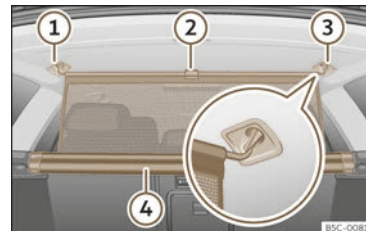

Abb. 198 Im Gepäckraum: Trennwandnetz einhaken.
- Ziehen Sie die Lasche >>> (Abb. 198) ② nach oben, um das Netz aus dem Gehäuse ④ zu nehmen.
- Hängen Sie das Trennnetz an der rechten oder linken Seite ③ (vergrößerte Darstellung) ein.
- Hängen Sie das Trennnetz an der Aufnahme der anderen Seite ① ein, indem Sie an der Stange ziehen.